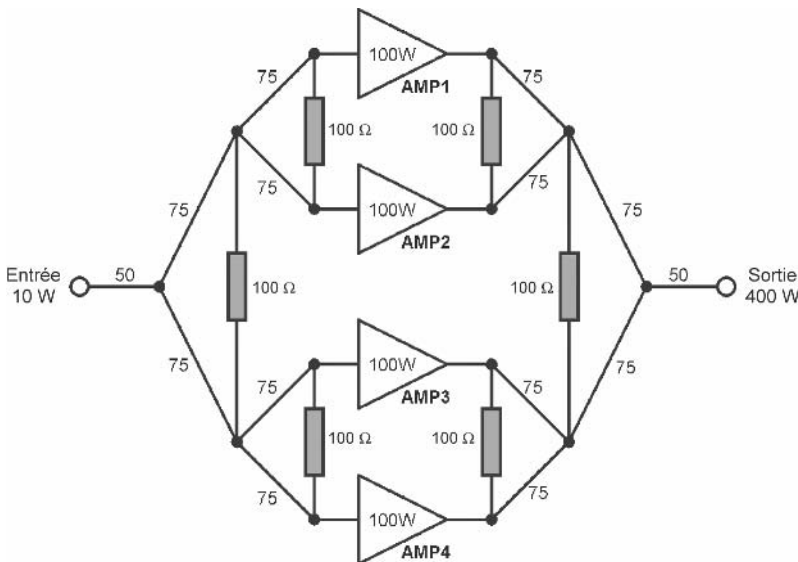

Figure 5.6
**Tentatio** – Il est également possible de coupler plusieurs amplificateurs identiques à l'aide de morceaux de câble coaxial semi-rigide, à l'aide de transformateurs, ou à l'aide de lignes accordées. La **figure 5.6** montre un exemple de couplage par lignes 75 Ω, de 4 amplificateurs 100 W, permettant d'obtenir une puissance totale de 400 W.